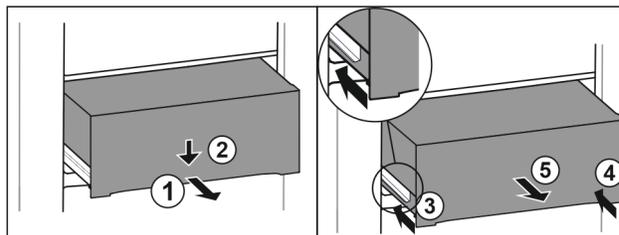

Fig. 133
- Tirer le tiroir jusqu'à mi-chemin. Fig. 133 (1)
- Appuyer sur l'avant du tiroir vers le bas. Fig. 133 (2)
- Insérer le rail gauche d'env. 2 cm (13/16 in). Fig. 133 (3)
- Insérer le rail droit d'env. 2 cm (13/16 in). Fig. 133 (4)
- Retirer le tiroir par l'avant. Fig. 133 (5)